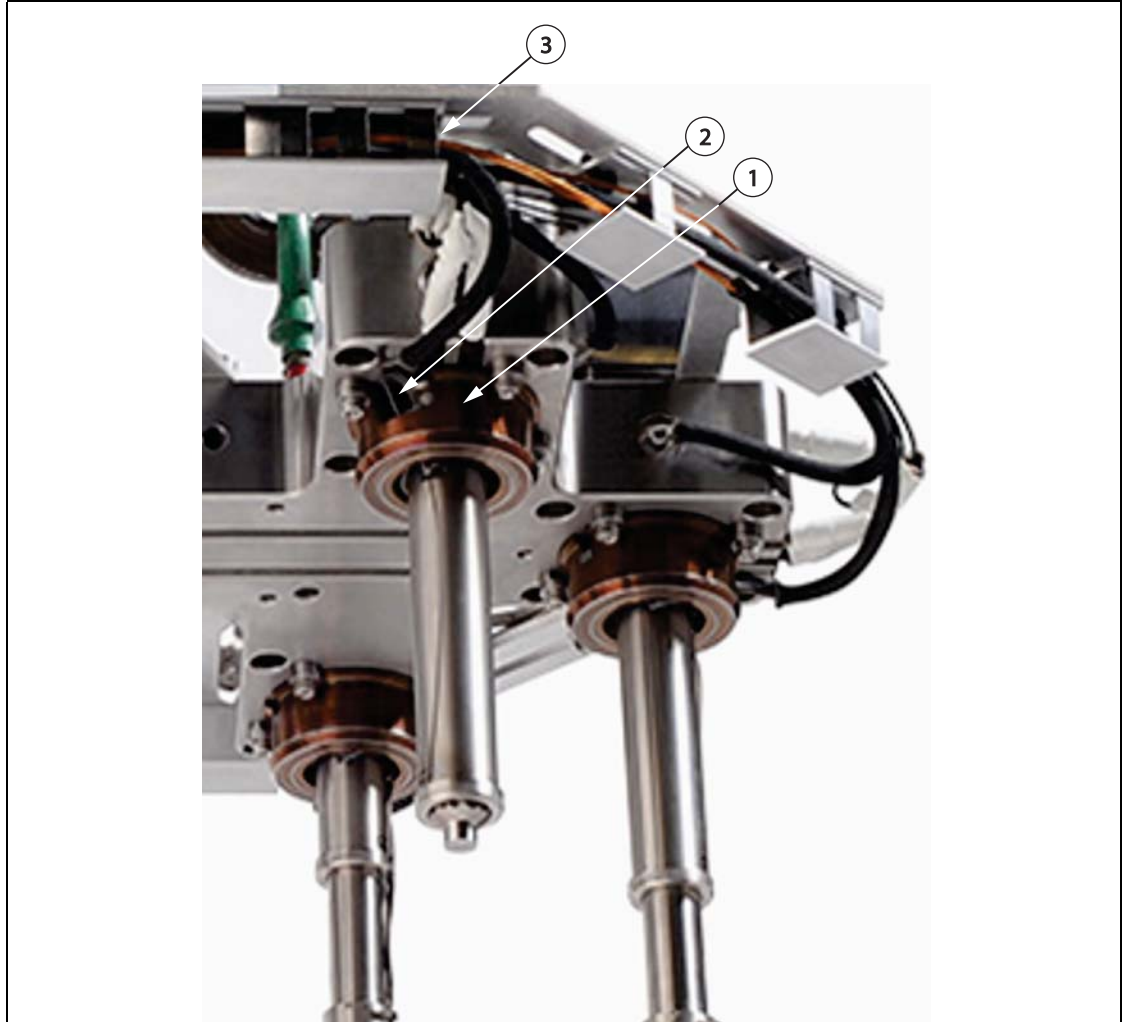

图 6-16 电线布线
9. 将注嘴加热器和热电偶导线穿过注嘴固定器上的线槽。参见图 6-16。
7. 将注嘴加热器和热电偶导线穿过注嘴固定器上的线槽。参见图 6-16。